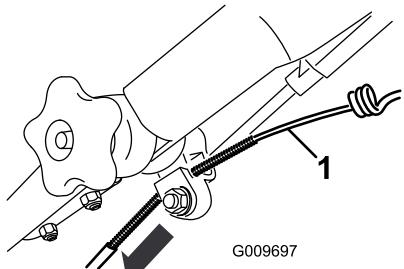

Figure 43
- Tirez la gaine du câble vers le bas jusqu'à ce qu'il n'y ait plus de mou dans le câble exposé (Figure 43).